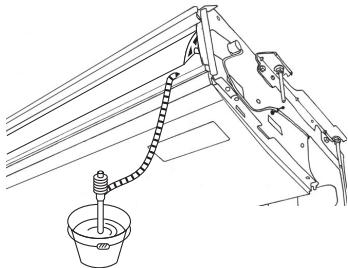

Fig. 5-3
- Maak de bij het apparaat meegeleverde sokverbinding ⑤ vast aan de uitlaatopening van het apparaat met een vinyl-chloride-lijn.
- Maak de bij het apparaat meegeleverde mofbedekking ⑥ vast aan de sokverbinding ⑤.
- Maak de buiten het apparaat lopende afvoerleiding (VP-20) vast aan de sokverbinding ⑤ met een vinyl-chloride-lijn.
- Wikkel de bij het apparaat meegeleverde afvoerleidingsbekleding ⑦ om de afvoerleiding heen. (Doe plakband over de naad heen)
- Mofbedekking ⑥
- Sokverbinding ⑤
- Afvoerleidingsbekleding ⑦
- Controleer dat de afvoer goed werkt. (Fig. 5-3)